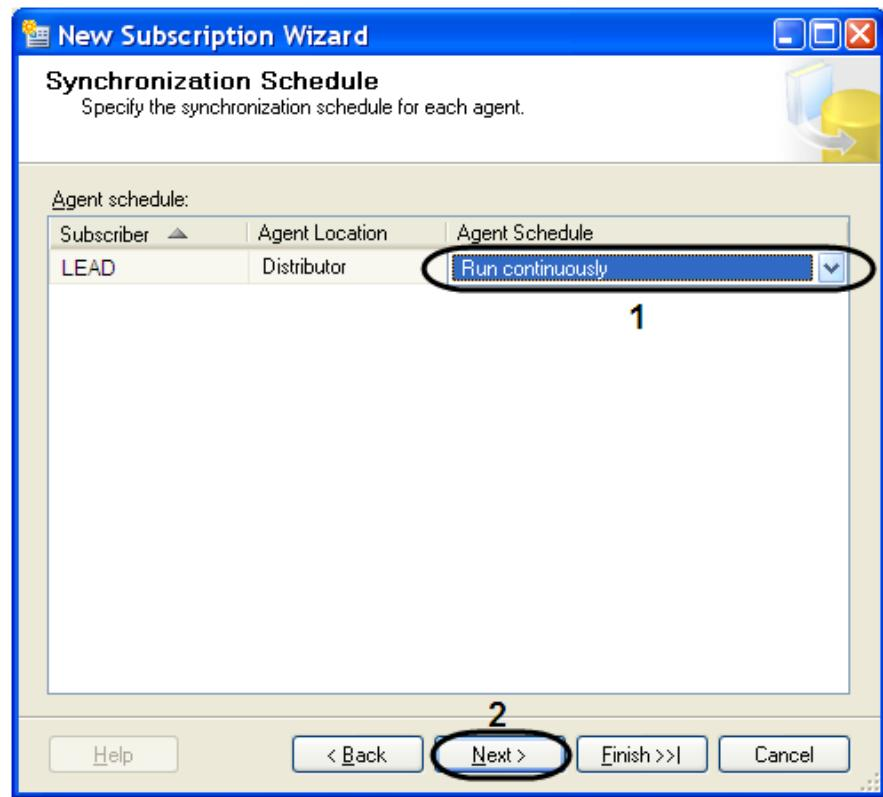

Рис. 11.3—18. Настройка расписания работы агента распространителя
17. Для продолжения нажать кнопку «Next» (см. Рис. 11.3—18, 2).